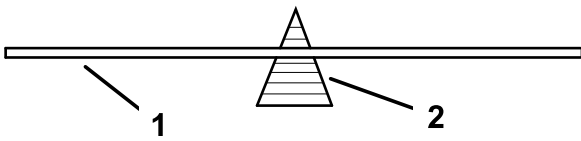

Bild 39
2. Nur für gerade Schnittmesser: Überprüfen Sie die Auswuchtung des Schnittmessers auf einer Auswuchtmaschine (Bild 39).